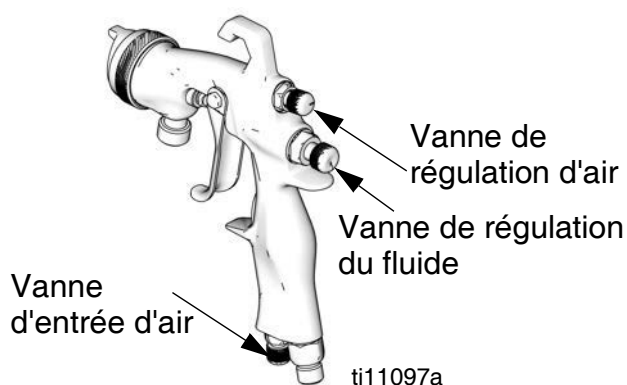

FIG. 3
2. Pour obtenir un jet en éventail maximum, ouvrez la vanne de régulation d'air en tournant le bouton à fond dans le sens antihoraire. Consultez la FIG. 3.
3. Pour obtenir un jet rond, coupez l'air du jet en tournant la vanne de régulation d'air à fond dans le sens horaire. Consultez la FIG. 3.